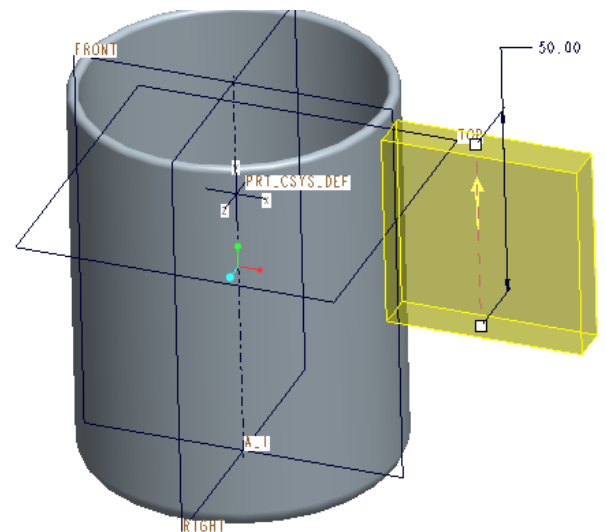

図 3-68 ハンドルの押し出し
- 「押し出し」 を開始すると図 3-68 のようにハンドルが押し出される。